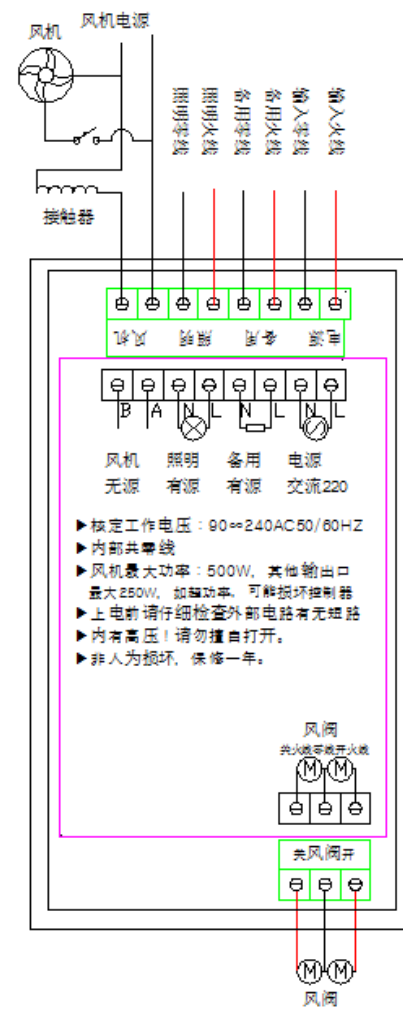

图 2
2. 当使用三相大功率风机时即功率大于 500W 时。请使用三相交流电供电，外加接触器连接，具体接线请参考图 2。